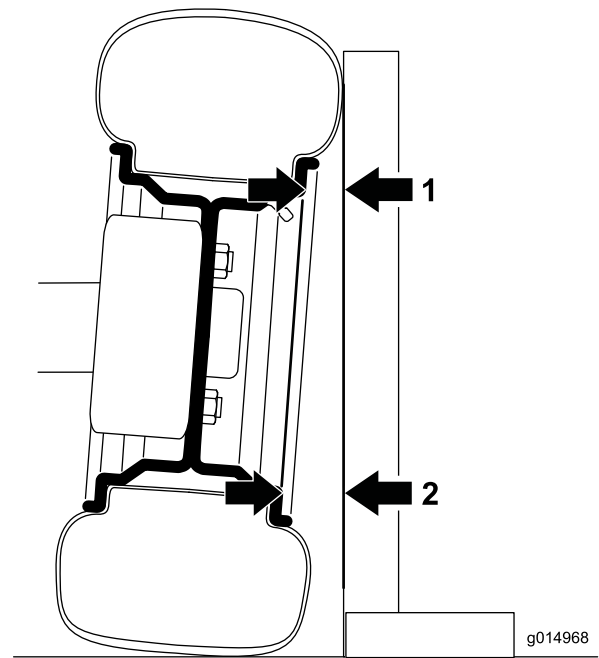

Bild 31
1. Zum Messen der Neigung legen Sie ein rechtwinkliges Rechteck auf den Boden, wobei die vertikale Kante die Vorderseite des Reifens berühren sollte (Bild 31).
2. Messen Sie von demselben Teil der Nabe oben und unten am Reifen zum Rechteck (Bild 31). Der untere Messwert sollte 2,3 mm höher als der obere Messwert sein. Schließen Sie die Messung an beiden Vorderreifen ab, bevor Sie einstellen.